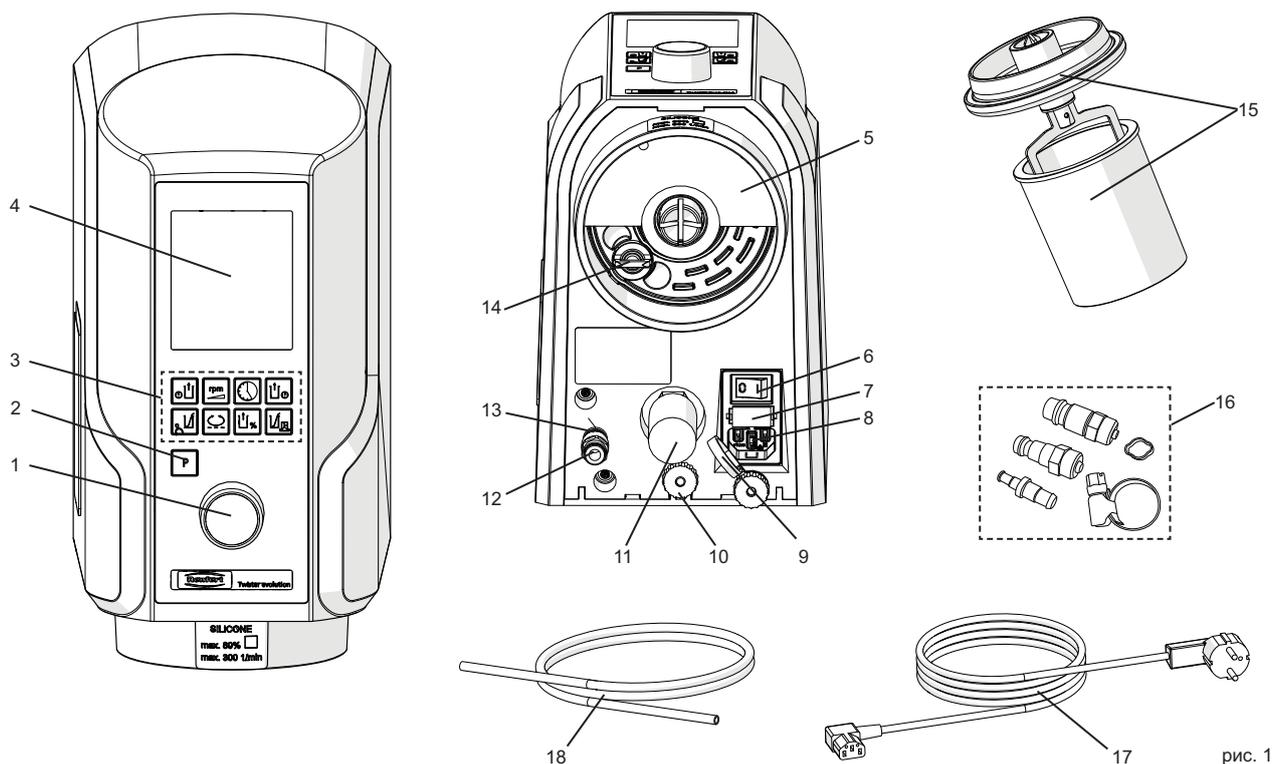

рис. 1
1. Ввести шланг для сжатого (18) воздуха до упора в штуцер входного фильтра (13). При этом должно ощущаться незначительное сопротивление.
2. Для подсоединения к сети сжатого воздуха выберите подходящую соединительную муфту из прилагаемого комплекта (16, рис. 1) и насадите ее на конец шланга